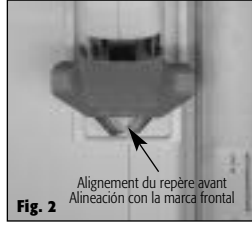
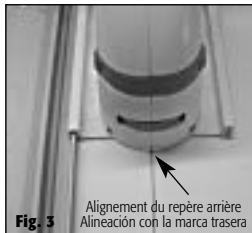

Fig. 2
Fig. 3
- 3 Positionner la réglette profilée sur la plaque en mousse. Insérer le guide profilé sur le rail de la réglette. Aligner les repères avant et arrière de centrage et le tracé dessiné (**Fig. 2 & Fig. 3**).
- 3 Coloque el riel de canal sobre la plancha de espuma. Enganche la guía de canal en el riel. Alinee las marcas frontal y trasera con la línea marcada previamente (**Fig. 2 & Fig. 3**).